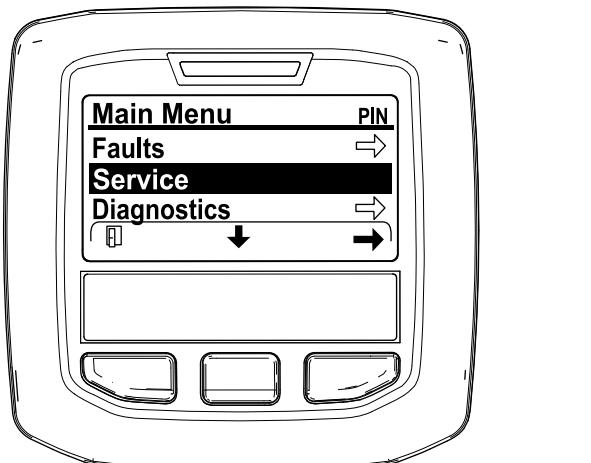

Figura 44
- Vá até ao MENU PRINCIPAL, prima o botão central para ir até ao MENU DE MANUTENÇÃO e prima o botão direito para selecionar a opção de MANUTENÇÃO (Figura 44).